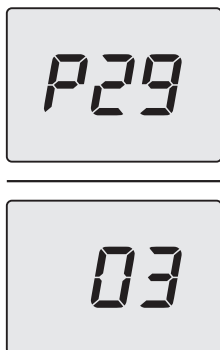

Figura 5.50
- Scorrere i vari parametri utilizzando i tasti 12 (indietro) o 14 (avanti) fino a far apparire sul display LCD le lettere **P29** che si alternano con il valore del parametro (Figura 5.50).